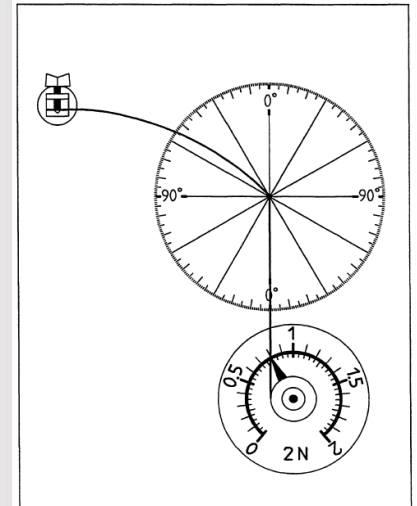

Abbildung 2
- Kraftmesser im unteren Teil der Tafel aufsetzen, so dass die Zugschnur senkrecht verläuft und eine Kraft von 0,8 N angezeigt wird (Abb. 2)